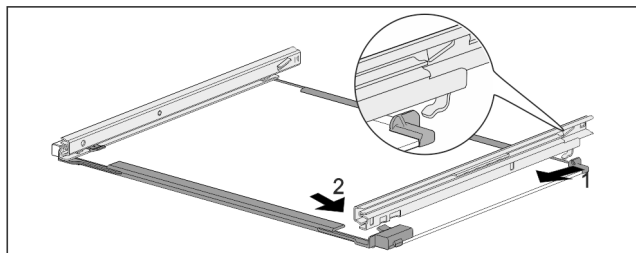

Fig. 254 带轨道的玻璃隔板
- ▶ 轨道后部钩入。 Fig. 254 (1)
- ▶ 轨道前部卡紧。 Fig. 254 (2)